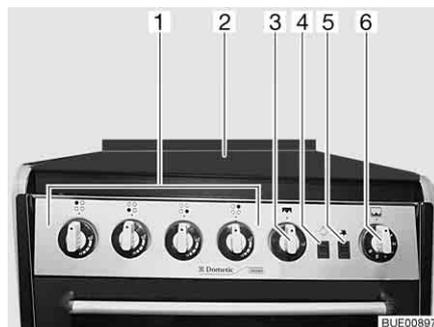

Fig. 153 Cocina de gas con horno y grill
- Abrir la tapa de la cocina de gas (Fig. 153,2).
- Girar el regulador giratorio (Fig. 153,1) correspondiente al quemador deseado a la posición de encendido (llama alta) y presionarlo.
- Presionar el botón de encendido (Fig. 153,5) tantas veces como sean necesarias hasta que arda la llama.
- ▷ Con el interruptor (Fig. 153,4) se conecta y desconecta la luz del horno.
- Presionar ligeramente el regulador giratorio (Fig. 153,3) y girarlo a la posición de encendido (llama alta).
- Presionar el botón de encendido (Fig. 153,5) hasta que arda la llama.
- Presionar el regulador giratorio (Fig. 153,6) ligeramente y girarlo a una posición de encendido entre 1 y 6.